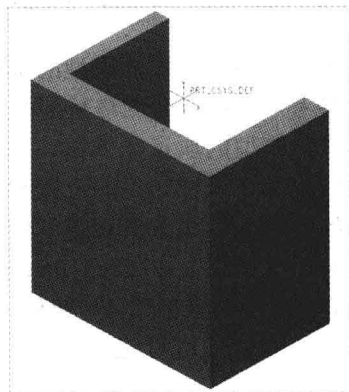

图 4-75 图形文件
Step 01 按【Ctrl+O】组合键,打开图形文件,如图 4-75 所示。